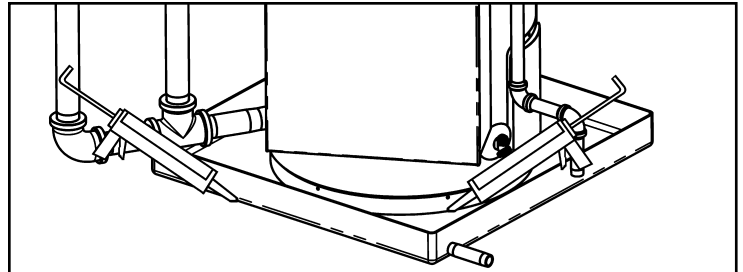

FIGURE 14: Scellement au bac d'égouttement, exigence NSF
4. Calfeutrez la base du chauffe-eau au bac d'égouttement et le bac d'égouttement au plancher à l'aide du calfeutrant décrit ci-dessus. Assurez-vous qu'il n'y ait pas d'espace de joint (voir figure 14).